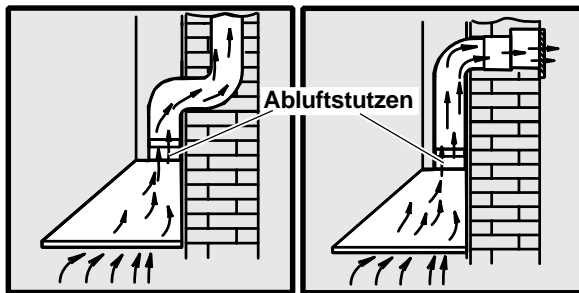

Bild 1
- Die Luft wird mit Hilfe eines an den Abluftstutzen anzubringenden Rohres ins Freie geleitet. **Bild 1**.